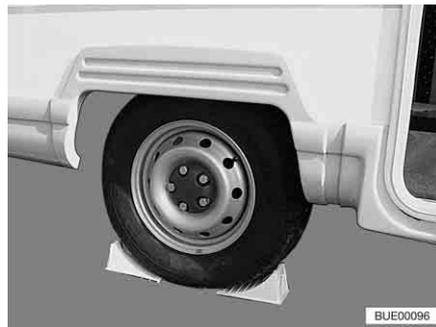

Bild 308 Fahrzeug sichern
- Unterlegkeile oder ähnliche geeignete Gegenstände am gegenüberliegenden Rad unterlegen, um das Fahrzeug zu sichern (Bild 308).